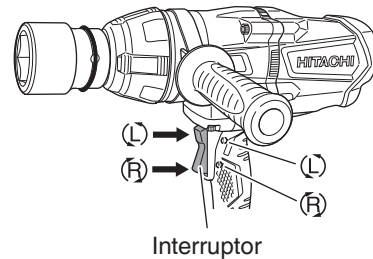

Fig. 5
1. Operación del interruptor (Fig. 5)